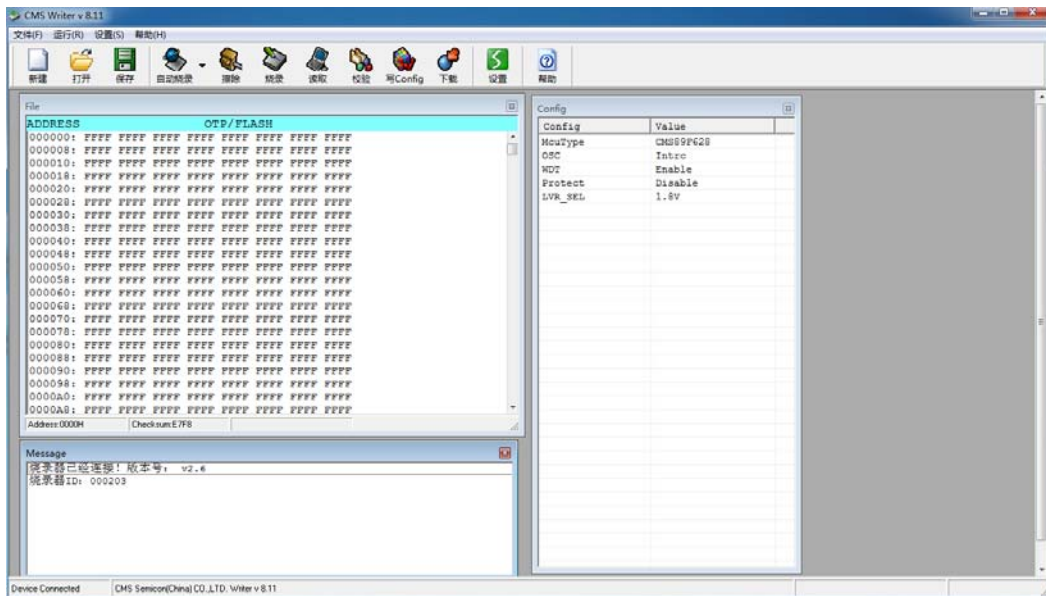

图 2-1：烧写软件界面
1. 确保连接电源及 USB 线，打开烧写软件界面，如图 2-1 所示；